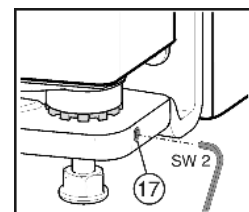

Fig. 12
- ▶ Немного выкрутите установочный винт Fig. 12 (17) (максимум на один оборот).
- ▶ Снова затяните установочный винт Fig. 12 (17), чтобы зафиксировать опорный винт.